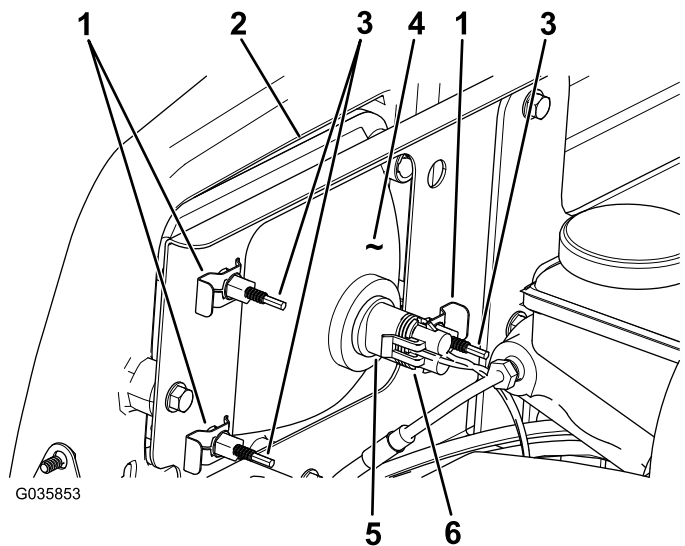

Figure 44
- Débranchez le connecteur électrique de faisceau du connecteur du phare (Figure 44).
- Déposez les clips rapides qui fixent le phare à son support (Figure 44).
- Sortez le phare en le déplaçant vers l'avant à travers l'ouverture dans le pare-chocs avant (Figure 44).
- Montez le phare neuf par l'ouverture dans le pare-chocs (Figure 44).
- Branchez le connecteur électrique de faisceau sur le connecteur de l'ampoule (Figure 44).
- Au dos du phare, tournez les vis de réglage (Figure 44) pour orienter le phare et aligner la position de son faisceau.